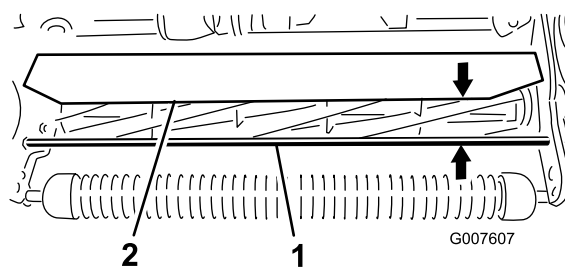

Рисунок 58
1. Измерьте расстояние от верха несущего стержня до переднего края щитка на каждой стороне режущего блока (Рисунок 58).